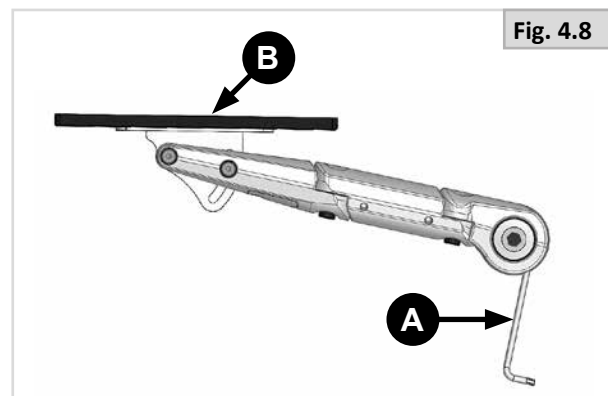

Fig. 4.8
Parte 1 (Fig. 4.8)
2. Afloje (A) con el fin de ajustar (B).
3. Vuelva a apretar los tornillos (A en la Fig. 4.8) con una torsión de 30 Nm.